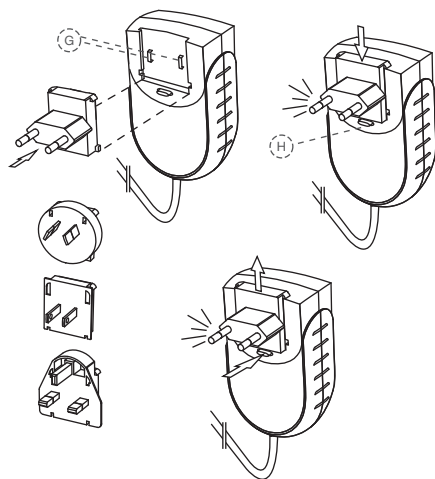

Fig. 4: Carregador de bateria e adaptadores
1. Escolha o adaptador adequado para a tomada da rede elétrica disponível no local (ver a Fig. 4).
2. Encaixe o adaptador sobre os dois contatos do carregador de bateria (Fig. 4, G) e pressione o adaptador para baixo na direção da presilha (Fig. 4, H) até engatar. Para mudar de adaptador é preciso pressionar a presilha a fim de soltar o adaptador.